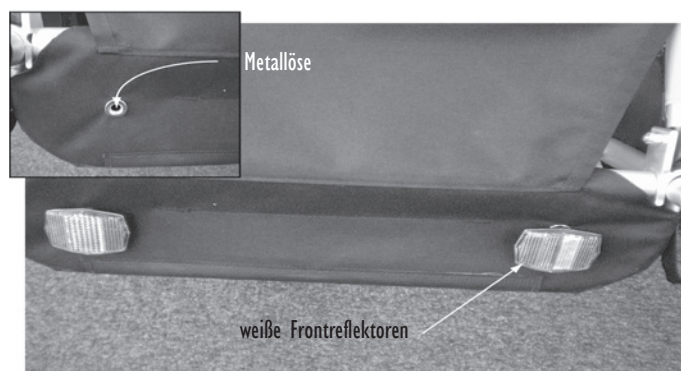

Abbildung 31
2. Achten Sie nun bitte auf eine exakte horizontale Ausrichtung der Reflektoren. Ziehen Sie alle Reflektorenschrauben anschließend handfest an (s. Abbildung 31).